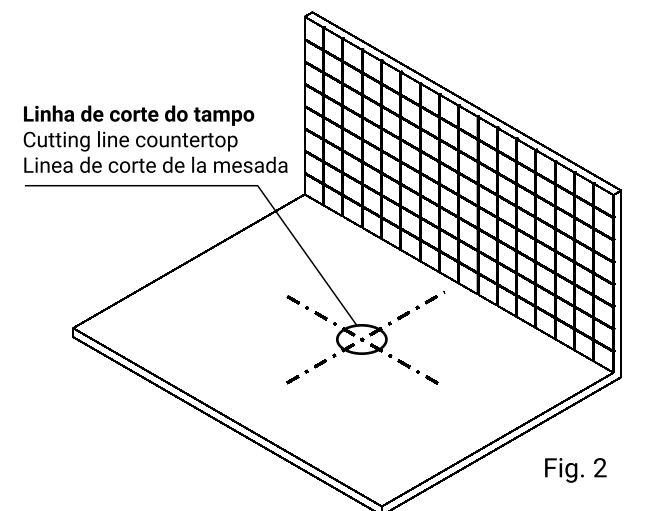

Fig. 2
- 2 Recortar o gabarito e posicioná-lo sobre o tampo, fazendo coincidir a sua linha de centro, com as linhas traçadas no tampo. (conforme fig.2). Cortar o tampo conforme gabarito.
Cut out the template and position it on the lid, matching the template's centre line with the lines drawn on the lid. (as per fig.2). Cut the lid in accordance with the template.
Recortar la plantilla y ubicarla sobre la tapa, haciendo coincidir su línea de centro, con las líneas trazadas en la tapa. (de acuerdo a la fig 2.). Cortar la tapa de acuerdo a la plantilla.